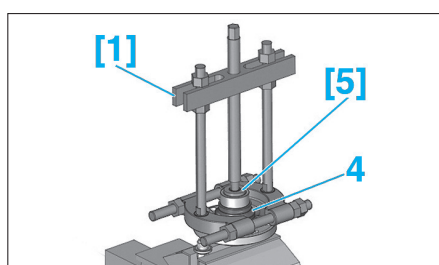

Fig. 35
- Poser les outils [5] et [1] (Fig.35).
- Extraire la cage extérieure du roulement (4) à l'aide de l'extracteur [1].